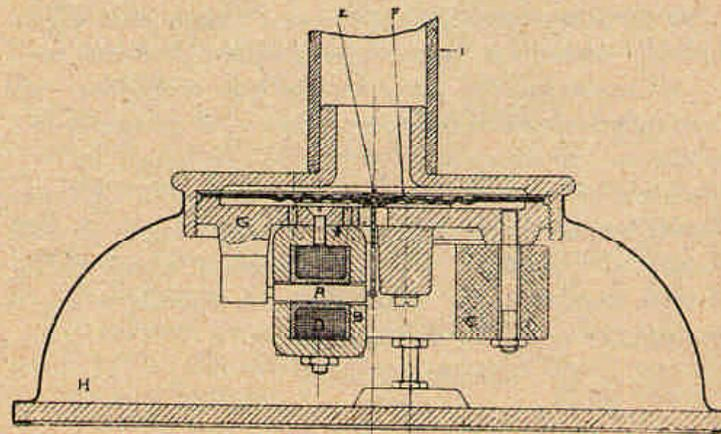

Fig. 19
Un leggerissimo perno (fig. 19) (A) di ferro speciale, sospeso tra 4 poli (B) di una calamita potente (C) vibra